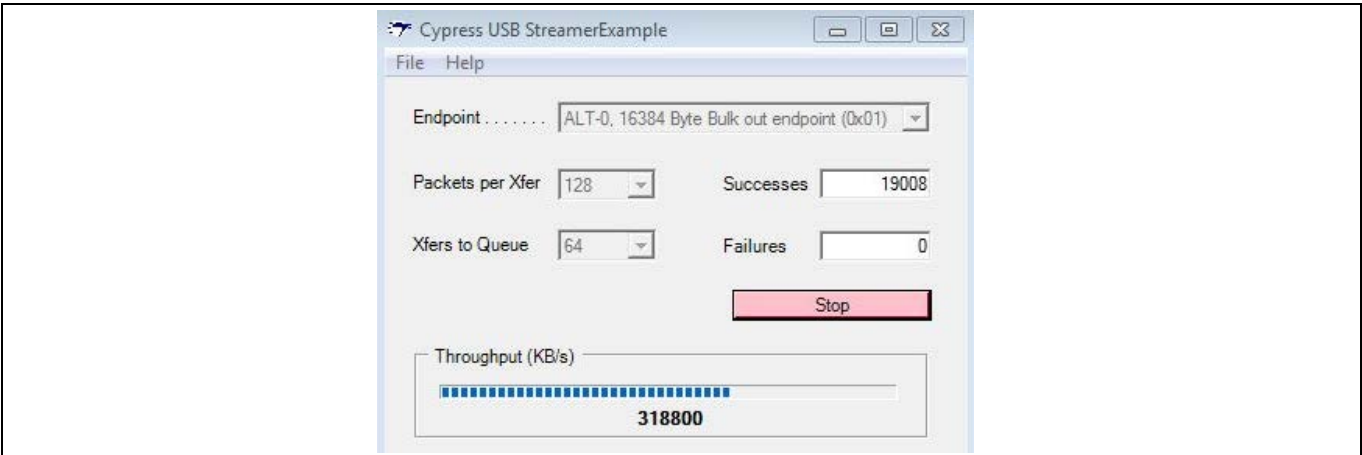

Figure 56 英飞凌 Streamer 工具中显示的串流 OUT 性能
5. 在串流 OUT 情况下，FPGA 正在等待 FLAGC 变为 1。当数据可用时，FPGA 立即连续读取 EZ-USB™ FX3 的 PIB_SOCKET_3 中的数据。您可从 USB 主机发送连续的 BULK OUT 传输。在英飞凌 Streamer 工具中选择 BULK OUT 端点，然后点击 **Start**。这时，将显示性能数值。Figure 56 中显示了在配有 Intel Z77 Express Chipset 的 Win7 64 位电脑上观察到的性能。